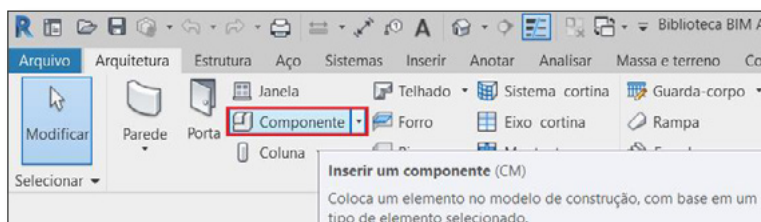

Figura 38 – Acesso ao botão “Componente”.
6. Na aba “Estrutura”, painel “Estrutura”, clique no botão “Componente” ou tecle “CM” para ativar o comando de inserir componentes (Figura 38);